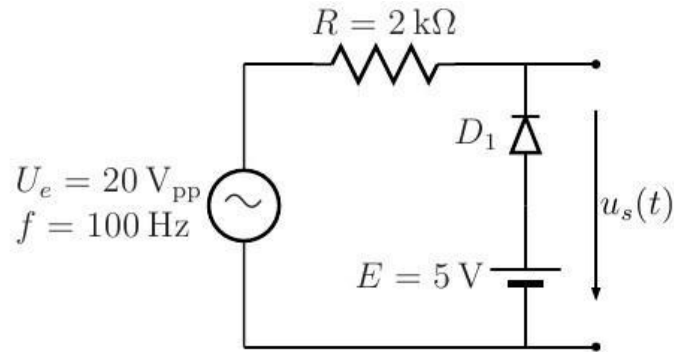

Figura 4: Circuito recortador con ajuste de nivel de corte.
3. Agregue al circuito de la figura 3a una fuente CD con una tensión de 5 V, tal y como lo muestra la figura 4 y utilice el simulador para observar su comportamiento. Anote la forma de la señal de tensión en D1, R, y las señales de entrada $u_e(t)$ y $u_s(t)$.
5. ¿Qué efecto tiene el colocar una fuente de tensión continua en serie con el diodo en el circuito de la figura 4? ¿Qué ocurre si se invierte la polaridad de la fuente de tensión o si se invierte el diodo $D1$? Comente los cuatro posibles casos.